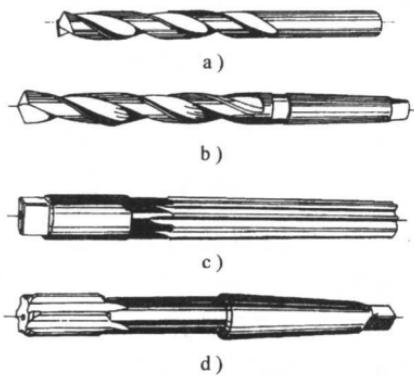

图 1-2 麻花钻与铰刀
- 1) 用于切削的刀具一般是旋转的，如图 1-1d 所示。钻削的刀具虽然也是旋转的，但使用的不是铣刀，而是各种钻头、铰刀等如图 1-2 所示；镗削的刀具也是旋转的，但使用的主要刀具是镗刀，如图 1-3 所示。